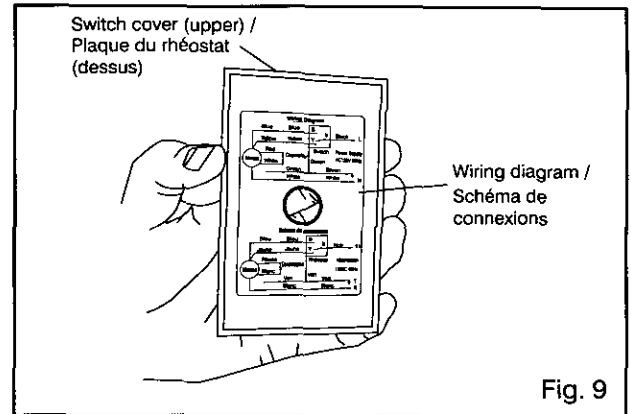
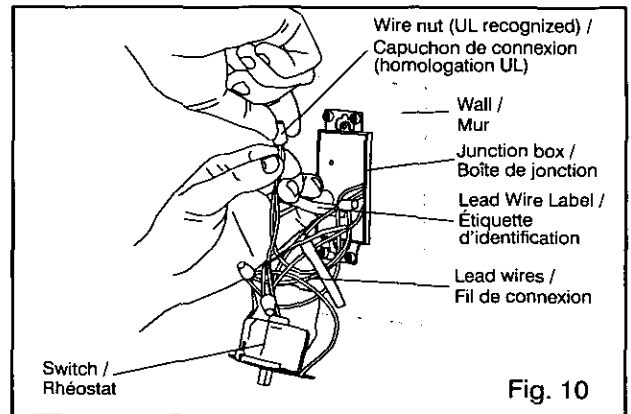

Fig. 9
Fig. 10
7. Refer to the wiring diagram (Fig. 9) and lead wire labels. Using wire nuts (not supplied), connect the switch wires to the main power and ventilating fan wires. (Fig. 10)
7. Reportez-vous au schéma de connexions et aux étiquettes d'identification des fils de connexion (Fig. 9). Avec des capuchons de connexion, connectez les fils du rhéostat à ceux de l'alimentation électrique et du ventilateur. (Fig. 10)